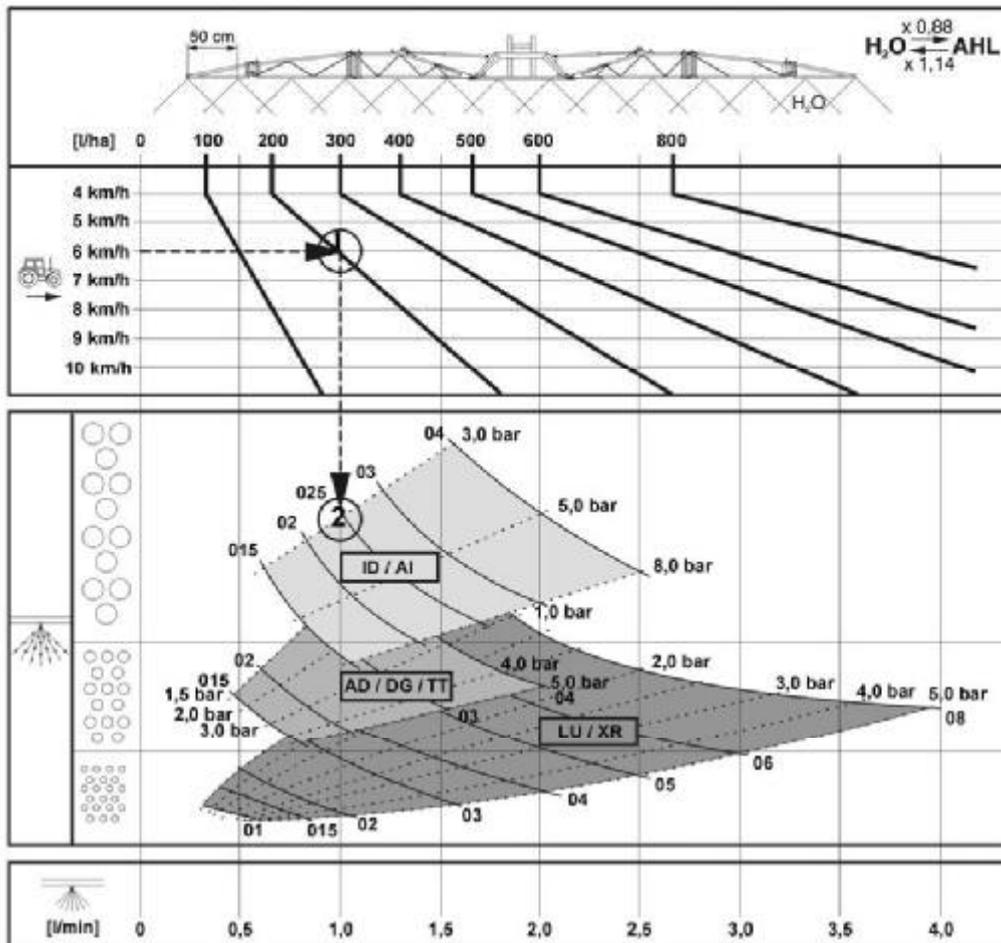

Fig. 124 Düsenkennlinien
1. Betriebspunkt (Fig. 124/1) für den erforderlichen Flüssigkeitsaufwand [l/ha] und die vorgegebene Fahrgeschwindigkeit [km/h] bestimmen
2. Am Betriebspunkt eine senkrechte Linie (Fig. 124/1-2) nach unten loten. Je nach Lage des Betriebspunktes durchläuft diese Linie die Kennfelder unterschiedlicher Düsentypen.